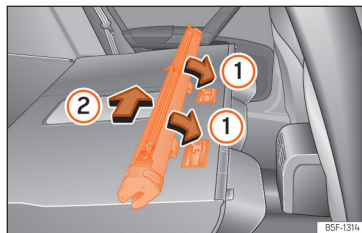

Fig. 189 Asamblarea plasei de separare în spătarele scaunelor din spate.
- Introduceți caseta cu plasa în fantele șinei, în direcția indicată de săgeți » » fig. 189 ①.
- Apăsăți complet caseta către partea stângă a autovehiculului, în direcția indicată de săgeată » » fig. 189 ②.
- Scoateți caseta cu plasa aproximativ 5 cm în direcția opusă celei indicate de săgeată >>> **fig. 189 ②**.
- Scoateți caseta de pe șine, trăgând în direcția opusă celei indicate de săgeți >>> **fig. 189 ①**.